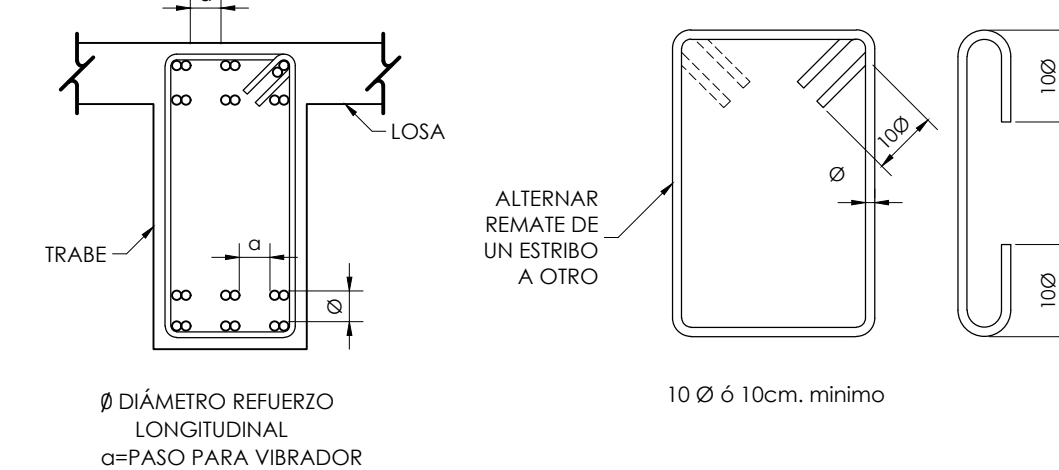

FIGURA 1
- CON EL FIN DE GARANTIZAR UN BUEN COLADO, SE DEBERÁ DEJAR ESPACIO SUFICIENTE ENTRE LAS VARILLAS PARA EL PASO DEL CONCRETO Y DEL VIBRADOR, PERMITIÉNDOSE COLOCAR LAS VARILLAS EN PAQUETES HASTA DE DOS VARILLAS. AL AGOTARSE LA CAPACIDAD DEL PRIMER LECHO, SE FORMARÁ EL SIGUIENTE Y ASÍ SUCESIVAMENTE, DEJANDO ENTRE LECHO Y LECHO UN SEPARADOR DEL MISMO DIÁMETRO QUE EL REFUERZO LONGITUDINAL Y PASO SUFICIENTE PARA EL REFUERZO PERPENDICULAR COMO SE INDICA EN LA FIGURA 1.